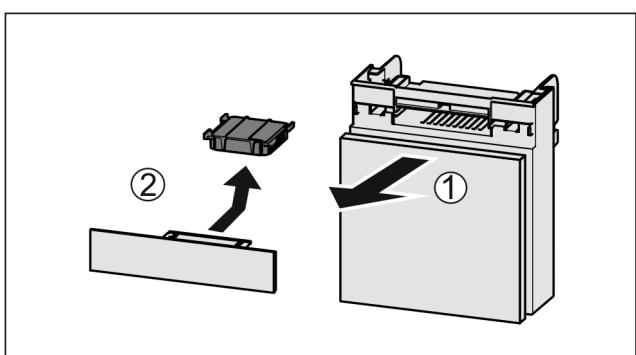

Fig. 172
- Вытянуть Fig. 172 (1) отделение движением вперед.
- Извлечение Fig. 172 (2) фильтра с активированным углем.